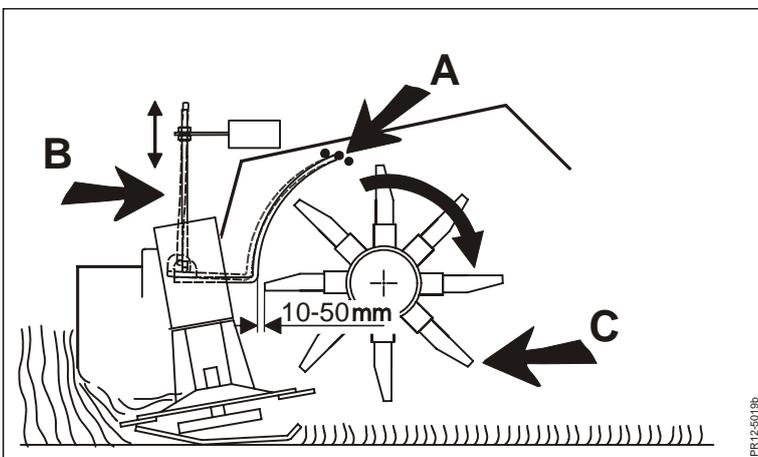

Fig. 3-22
**Fig. 3-22** entre la tôle du conditionneur et le rotor.